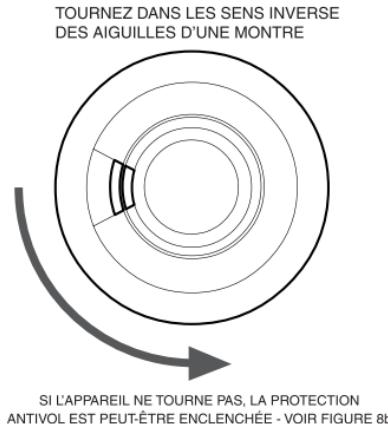

Figure 5
2. Retirez le socle de fixation du détecteur de fumée/chaleur en le tournant dans le sens inverse des aiguilles d'une montre (voir Figure 5).